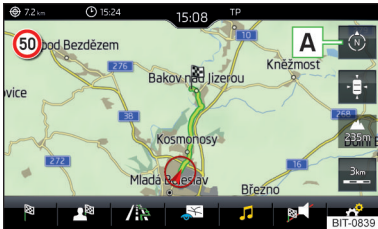

Abb. 180
- ▶ Zur **Änderung der Kartenausrichtung** im Hauptmenü *Navigation* die Funktionsfläche  **A** » **Abb. 180** antippen.